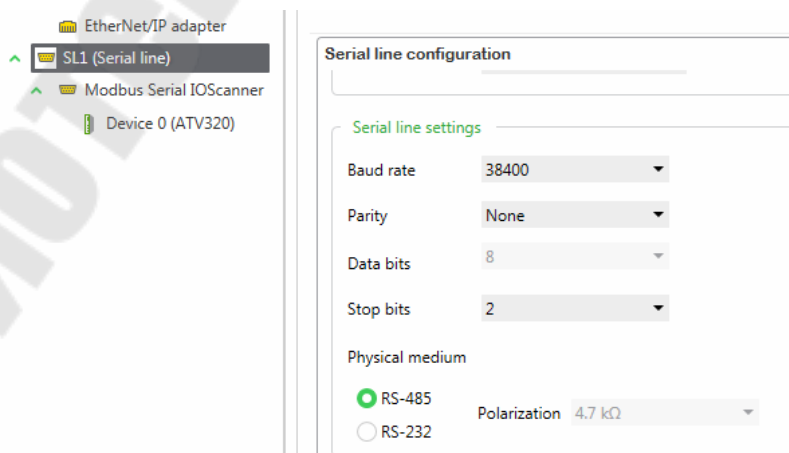

Рис. 8.4. Указание параметров соединения
• В подразделе *SL1 (Serial line)* необходимо указать параметры соединения (рис. 8.4), которые должны совпадать с параметрами ПЧ (см. рис. 8.2).